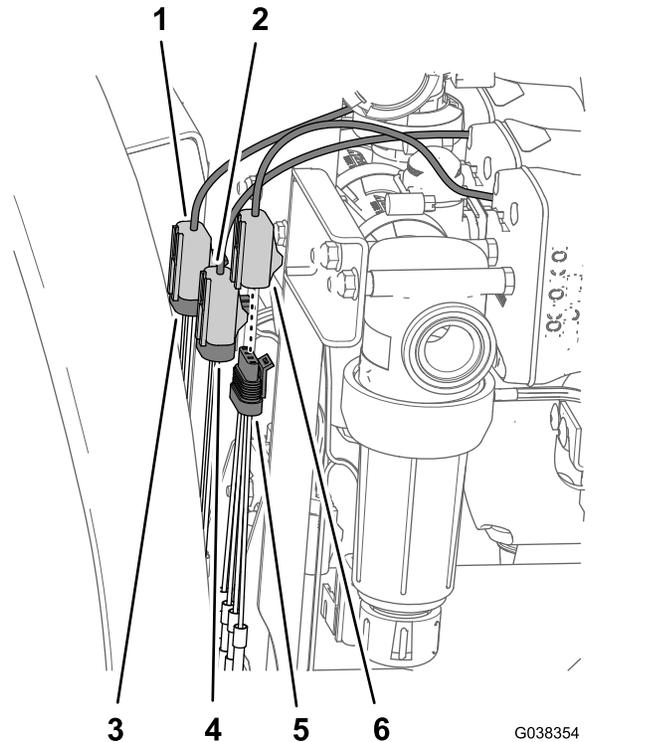

図 57
1. MASTER-SPRAY VALVE というラベルの付いたピンのバルブハーネスを、マスター散布バルブ用の3ソケットコネクタに接続する 図 57。
2. AGITATION VALVE というラベルの付いたピンのバルブハーネスを、攪拌バルブ用の3ソケットコネクタに接続する 図 57。
3. RATE VALVE というラベルの付いた4ピンのバルブハーネスを、レートバルブ用の4ソケットコネクタに接続する 図 57。